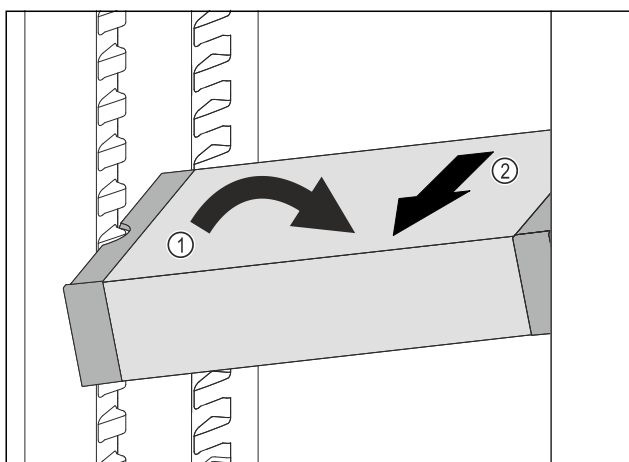

Fig. 83
- VarioSafe postavte v chladničce šikmo. Fig. 83 (1)
- VarioSafe odeberte směrem dopředu. Fig. 83 (2)